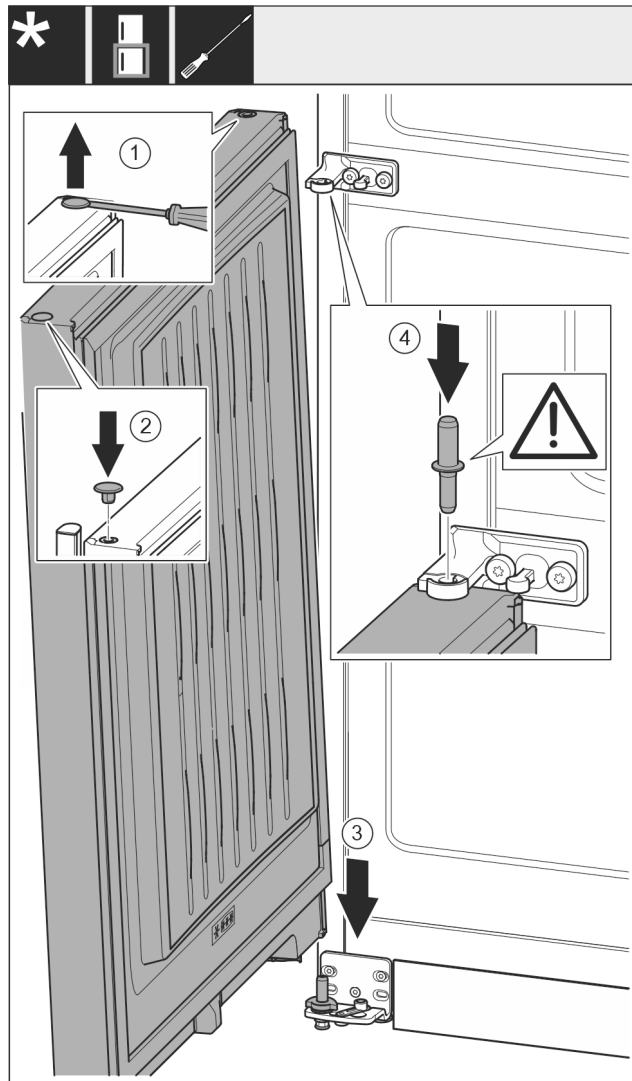

Fig. 19
- ▶ Kaištį atsargiai pakelkite išdrožiniu atsuktuvu ir jį ištraukite. Fig. 19 (1)
- ▶ Vėl įstatykite kaištį kitoje durų pusėje. Fig. 19 (2)
- ▶ Duris iš viršaus uždėkite ant apatinio atraminio varžto. Fig. 19 (3)
- ▶ Vidurinę atraminę varžtą pro vidurinę atraminę gembę įstatykite į apatines duris. Atkreipkite dėmesį į tai, kad fiksavimo kumštelis būtų nukreiptas į galą. Fig. 19 (4)